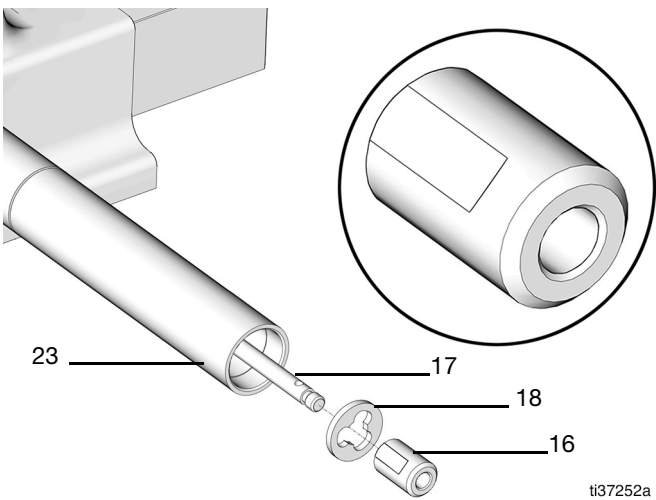

FIG. 62
18. Ponga el espaciador (18) en el tubo de la base de la bomba (23) hasta que quede asentado (FIG. 62).
19. Acople la válvula de doble efecto (16) en la varilla de la pala (17), con la muesca hacia arriba (FIG. 62).